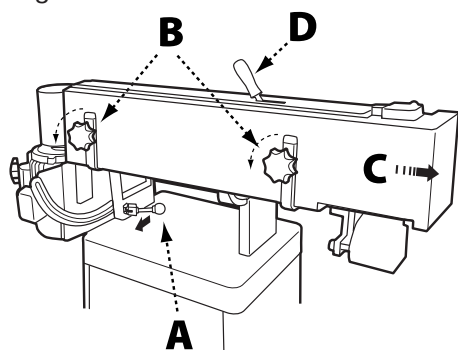

FIGURA 4
1. Desde la parte posterior de la máquina, desbloquee el conjunto de placa de lijado tirando del mango de bloqueo (A) hacia usted como se indica en la Figura 4. Gire el conjunto de placa de lijado hasta la posición vertical.
3. Saque la protección de la banda aflojando las dos perillas de bloqueo (B) y deslizando la protección de banda hacia la derecha.
4. Coloque el mango (D) en la palanca de tensado de banda y golpee suavemente para que quede en su lugar usando un mazo de caucho.